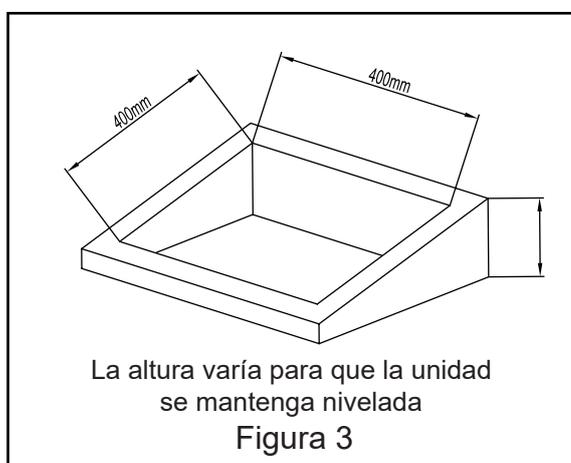

Figura 3
2. Si el techo del vehículo está inclinado (no está nivelado) y el aire acondicionado de techo no se puede montar según las especificaciones de inclinación máxima permitida, será necesario agregar un calzo de nivelación exterior para nivelar la unidad. En la figura 3 se puede ver un calzo de nivelación típico.